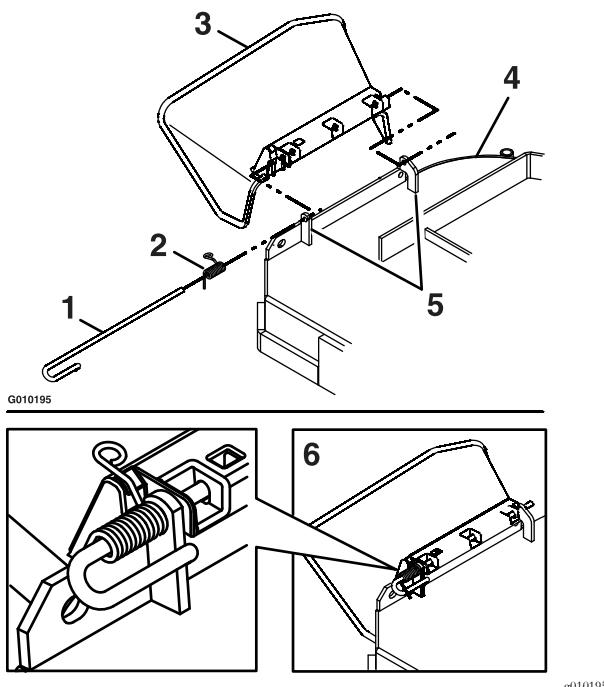

Figura 9
2. Para instalar un deflector de descarga nuevo, oriente el muelle sobre la varilla según se muestra en Figura 9. Deslice la varilla por el soporte delantero del deflector de descarga, el deflector de descarga y el soporte trasero del deflector de descarga.
3. Enganche el extremo doblado de la varilla alrededor del soporte delantero del deflector de descarga para impedir que se salga. Coloque el tramo del muelle con bucle en la muesca del deflector de descarga de manera que sujete el deflector de descarga en la posición de bajado (ver Figura 9).